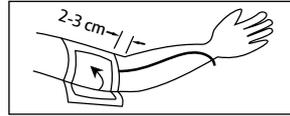

Bild 1
- Schieben Sie die Manschette über den Oberarm, bis die Unterkante der Manschette 2-3 cm oberhalb der Armbeuge liegt (Bild 1).